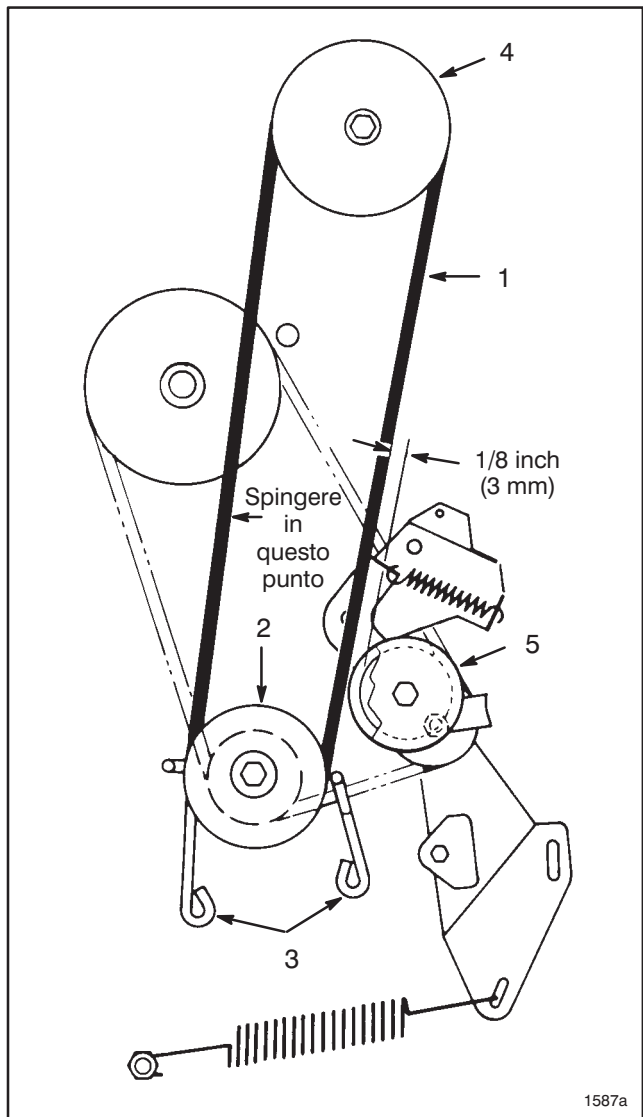

Figura 18
12. Spingendo verso l'esterno sulla cinghia (eliminando il gioco), come illustrato nella figura 18, controllate la distanza fra la parte esterna della cinghia e la parte interna della puleggia folle (Fig. 18). Tale distanza deve essere di circa 3mm.